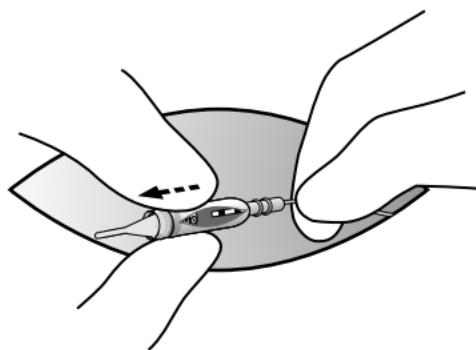

Figura 7. Rimozione dell'elettrocavettare dal blocco connettore a viti di arresto.
7. Stabilizzare l'elettrocavettare ed estrarlo delicatamente dal blocco connettore (Figura 7).